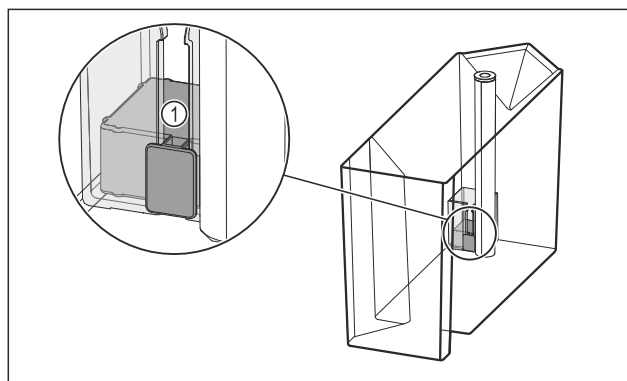

Fig. 165
- ▶ Verificați dacă este înțepenit plutitorul Fig. 165 (1).